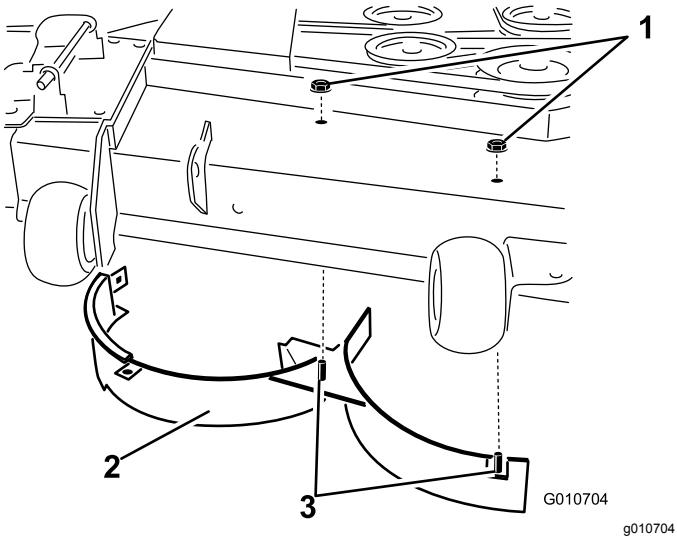

Figura 35
11. Rimuovete i due dadi di bloccaggio (5/16") fissati sui perni saldati del deflettore destro in posizione centrale e destra, sulla parte superiore del piatto di taglio (Figura 35).
12. Rimuovete il bullone a testa tonda e il dado di bloccaggio fissati sul deflettore destro sulla parte superiore del piatto di taglio. Staccate il deflettore destro dal piatto di taglio (Figura 35).